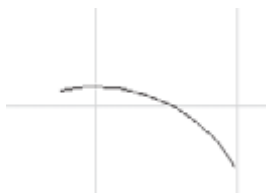

Рис. 3.14. Результат построения дуги
- Щелкните кнопкой мыши для фиксации конечной точки дуги. На рабочем поле будет вычерчена дуга с параметрами, установленными с помощью элементов управления палитры Info Box (Информационная палитра) или диалогового окна Arc/Circle Default Settings (Установки параметров дуги/окружности по умолчанию) (рис. 3.14).